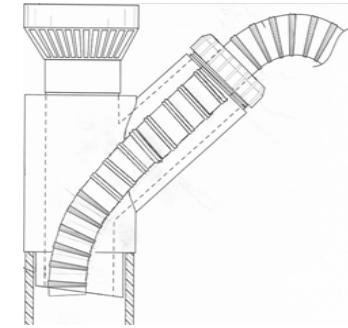

Fig. 4
6. Deslice la manguera de descarga completamente en la estrella (la manguera de descarga debe estar hacia abajo en el tubo vertical, no en ángulo). Confirme que la junta esté plana y completamente asentada en la estrella y apriete a mano el collar para crear un Sello hermético (Fig.4). * Opción adicional, la manguera de descarga se puede insertar en la junta después de que la junta se haya asegurado en la estrella con el collar.